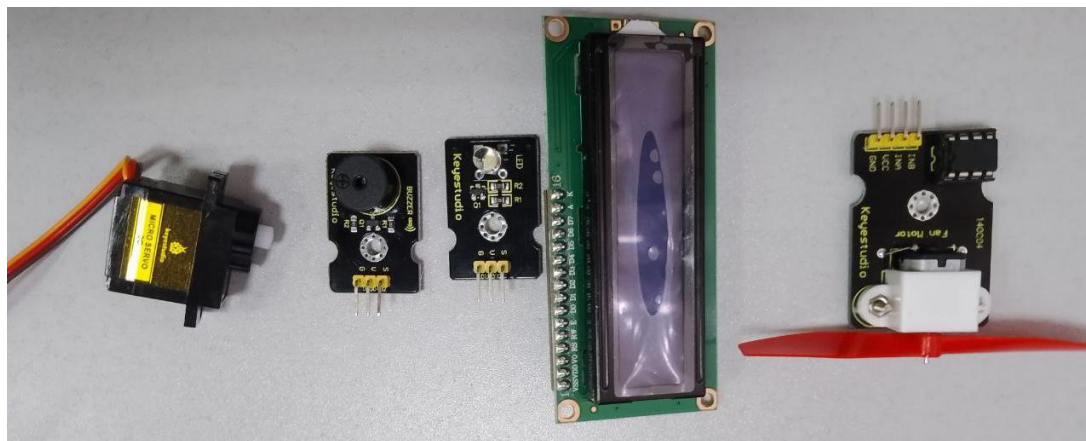

Рис.6. Исполнители набора «Умный дом»
4. Исполнительные устройства (рис. 6). В наборе присутствуют следующие исполнительные устройства: